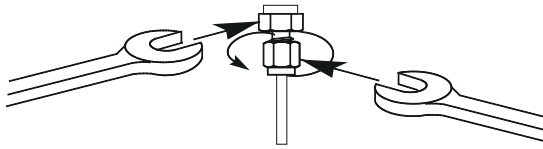

图 15 最终拧紧
- 8 对于 1/8 英寸的 Swagelok 接头，请使用一对 7/16 英寸的扳手将接头拧紧 3/4 圈（图 15）。
对于 1/4 英寸的接头，请使用一对 9/16 英寸的扳手将其拧紧 1-1/4 圈（图 15）。